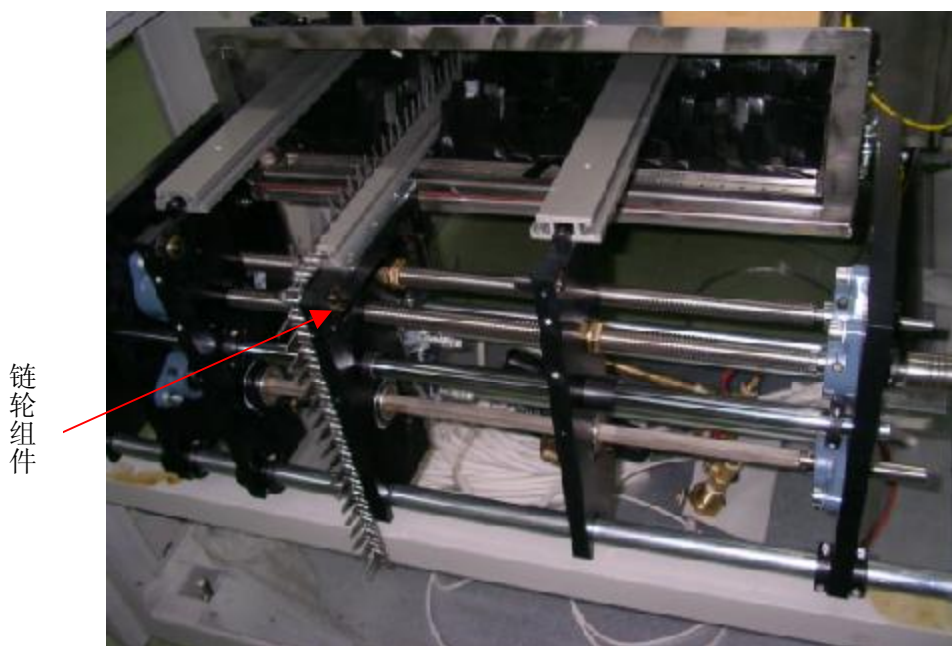

图 7-5
- 3) 为保证链条运转顺利，提高其使用寿命，根据链条调节并锁定链轮组件的径向位置，避免其径向窜动。见图 7-5。